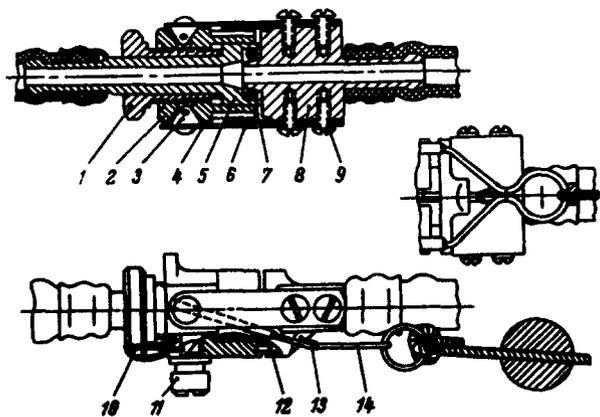

Рис. 132. Разъединитель Р-58:
2. Перед установкой разъединителя Р-58 (рис. 132) на вертолет необходимо: